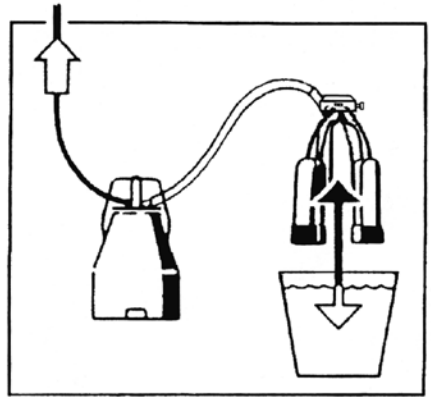

Рис. 14
8.1 После окончания доения закройте крышку бидона и смойте грязь с доильной аппаратуры чистой водой, как показано на рисунке 13. Вложите очищенную аппаратуру в ведро с горячей водой или дезинфицирующей жидкостью и запустите вакуумную установку. Промойте таким образом несколько раз доильную аппаратуру, шланги и бидон. В конце промойте все чистой водой для того чтобы смыть остатки дезинфицирующей жидкости, как показано на рис. 14.